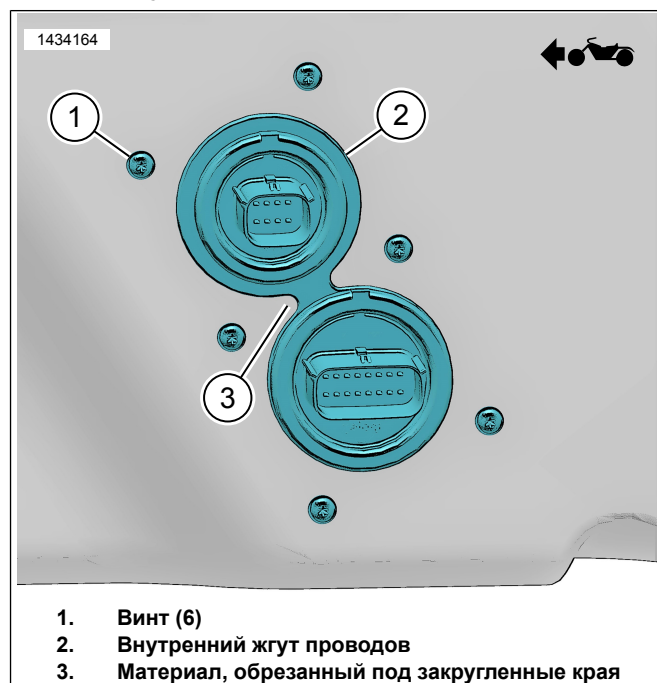

Рисунок 10. Внутренний жгут проводов
- См. рис. 10. Обрежьте материал под закругленные края (3).
11. См. рис. 10. Установите внутренний жгут проводов (2).